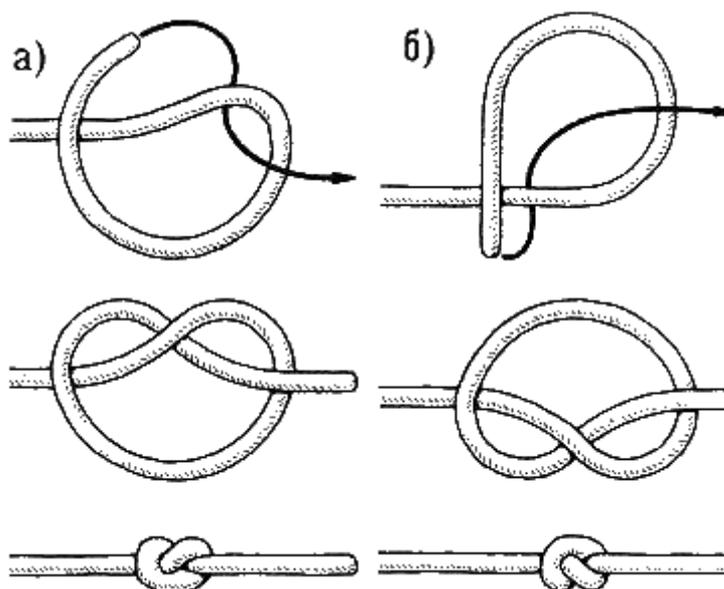

Рис. 1. Простой узел: а – левый; б – правый
**Простой узел** (рис. 1). Это самый простой из всех известных узлов. Чтобы завязать его, надо ходовым концом троса сделать полуузел за его коренной конец. Его можно завязать на конце или на средней части троса. Для этого ходовой конец троса один раз обносят вокруг его коренной части и пропускают в образовавшуюся петлю.
В зависимости от того, как он завязан, простой узел может быть левым (рис. 1, а) или правым (рис. 1, б).